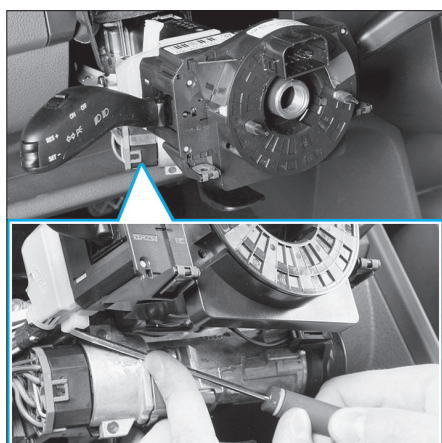

Fig. 31
- Pousser le verrouillage du connecteur et débrancher le du commodo (Fig.31).